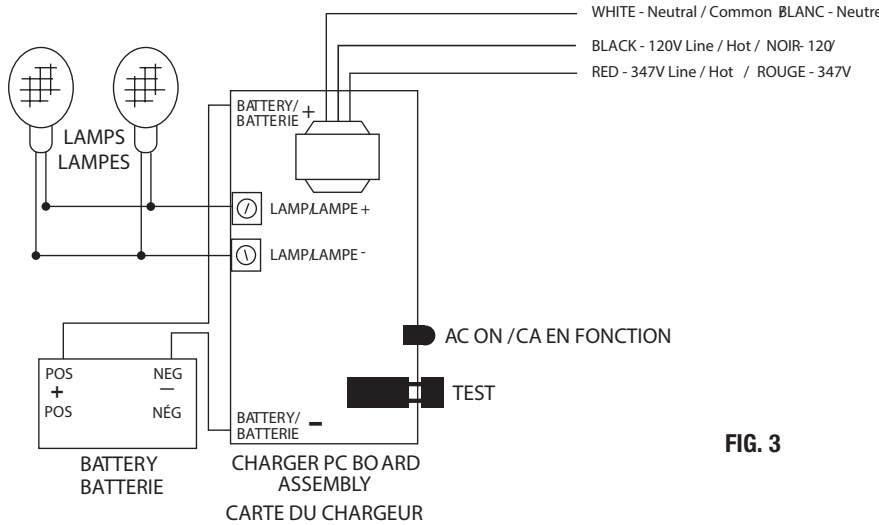

FIG. 3
RED - Line 347 Volts; BLACK - Line 120 Volts; WHITE - Neutral (Fig. 3). Insulate unused wire!
4. Effectuer les branchements appropriés entre la tension CA et le transformateur de l'unité: ROUGE - ligne de 347 volts; NOIR - ligne de 120 volts; BLANC - neutre (Fig. 3). Isoler le fil non utilisé!
1. The battery may be connected in reverse polarity. Check connections. Connect the Positive lead to the Positive battery terminal and the Negative lead to the Negative battery terminal. The lamps should then turn off and the charge indicator should light when the AC power is applied (Fig. 3).
La batterie peut être branchée avec la polarité inversée. Vérifier les connexions. Brancher le fil positif à la borne positive de la batterie et le fil négatif à la borne négative de la batterie. Les lampes devraient s'éteindre et la lampe témoin de charge devrait s'allumer lorsque l'appareil est mis sous tension (Fig. 3).